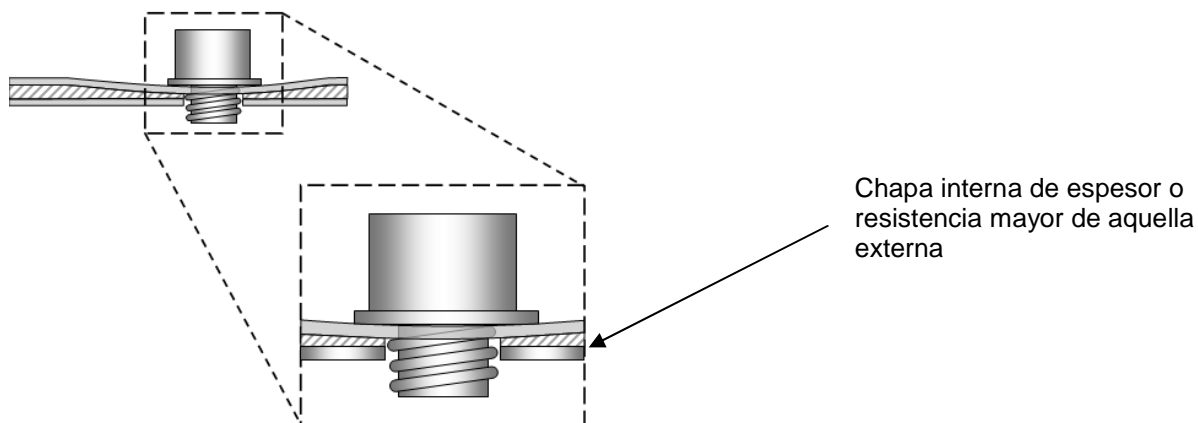
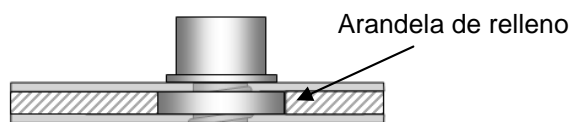

Fig. 12
Fig.13
Además, si en correspondencia de los agujeros existe una doble chapa interna con excesivo espacio, para evitar la deformación de la chapa que se manifiesta con el retiro de la chapa externa de la puerta y la siguiente abolladura (fig.12), en el caso que no sea posible instalar el candado en otra posición (donde no existe chapa doble) o en el caso que no se pueda espaciar la chapa interna plegandola, para la fijación de los pernos se aconseja de utilizar una de las dos soluciones representadas a continuación: (A) arandela de espesor (no suministrada con el kit) aplicada desde el interior y posicionada entre las dos chapas (fig.13) o (B) espaciadores (no suministrados) aplicados externamente a través de un espacio creado sobre la chapa. El espacio debe ser de un diámetro que no supere la armadura del candado para que la misma pueda esconder el agujero realizado (fig.14).